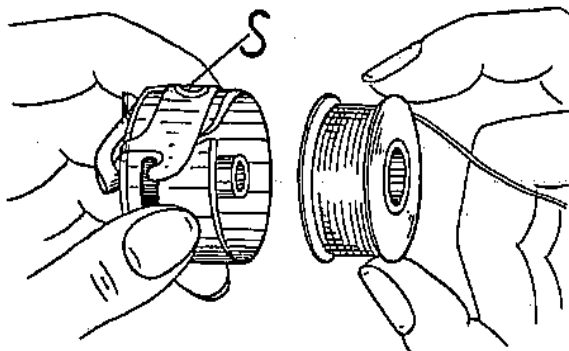

Abb. 5
5. Gefüllte Spule gemäß Abb. 5 so in die Kapsel einsetzen, daß der Faden im Uhrzeigersinne abläuft.